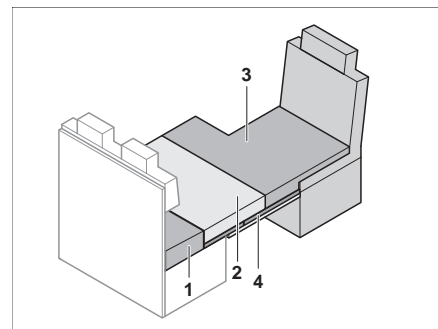

Fig. 146 Après la transformation
- Placer le coussin supplémentaire (Fig. 146,3) sur le siège conducteur.
- Placer le coussin d'assise (Fig. 146,2) sur le support pour lit de secours.